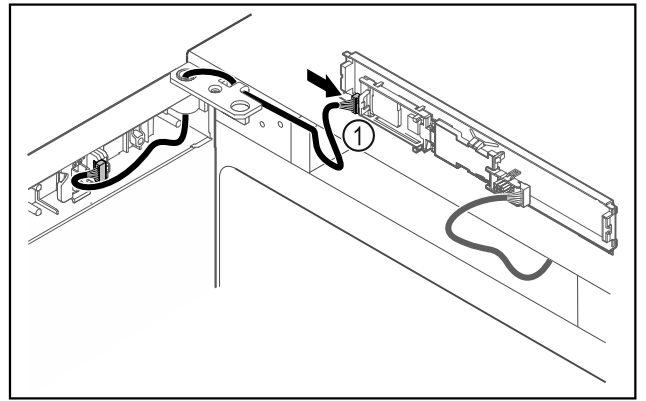

Fig. 46
- ▶ Enchufe el conector Fig. 46 (1) en la placa.